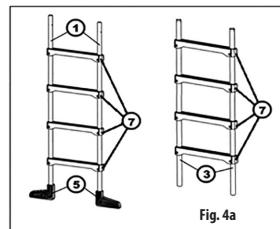

Fig. 4a
Enfoncez toutes les marches en plastique (7) sur les deux paires de tubes en prenant garde à conserver la même orientation de toutes les marches. Pour les tubes de la partie amovible (3), orientez-les avec l'obturateur des tubes orienté vers le haut. Déplacez les marches sur les tubes de façon à ce que les trous pour les vis correspondent aux trous percés dans les tubes (**Fig. 4a**). Introduisez un écrou dans la rainure dans la rainure en bas de la marche (15) (**Fig. 4b**) et serrez la marche avec les vis correspondantes (11) (**Fig. 4c**).
Tutti i gradini in plastica (7) devono essere applicati su entrambi i montanti tubolari esercitando un po' di forza e mantenendo sempre la stessa direzione di tutti i gradini. In caso di montanti tubolari smontabili (3) i tappi dei montanti devono essere rivolti sempre verso l'alto. Spostare i gradini lungo i montanti tubolari per trovare la posizione giusta per i fori dei gradini che devono combaciare con i fori dei montanti (Fig. 4a). Inserire il dado (15) (Fig. 4b) nella scanalatura praticata sul lato inferiore del gradino e fissare il gradino con le viti (11) (Fig. 4c).